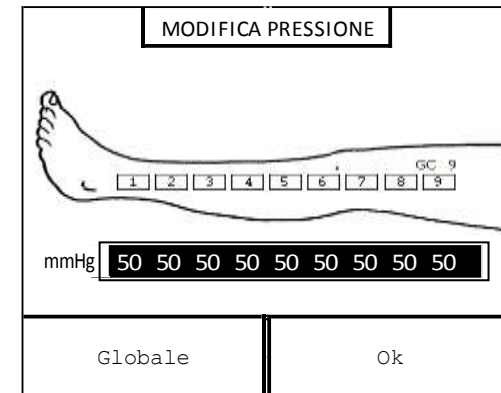

Fig.10
- premere il tasto funzione relativo al pulsante GLOBALE per fare in modo che tutti i settori vengano evidenziati e siano posti alla stessa pressione (vedi Fig.10);